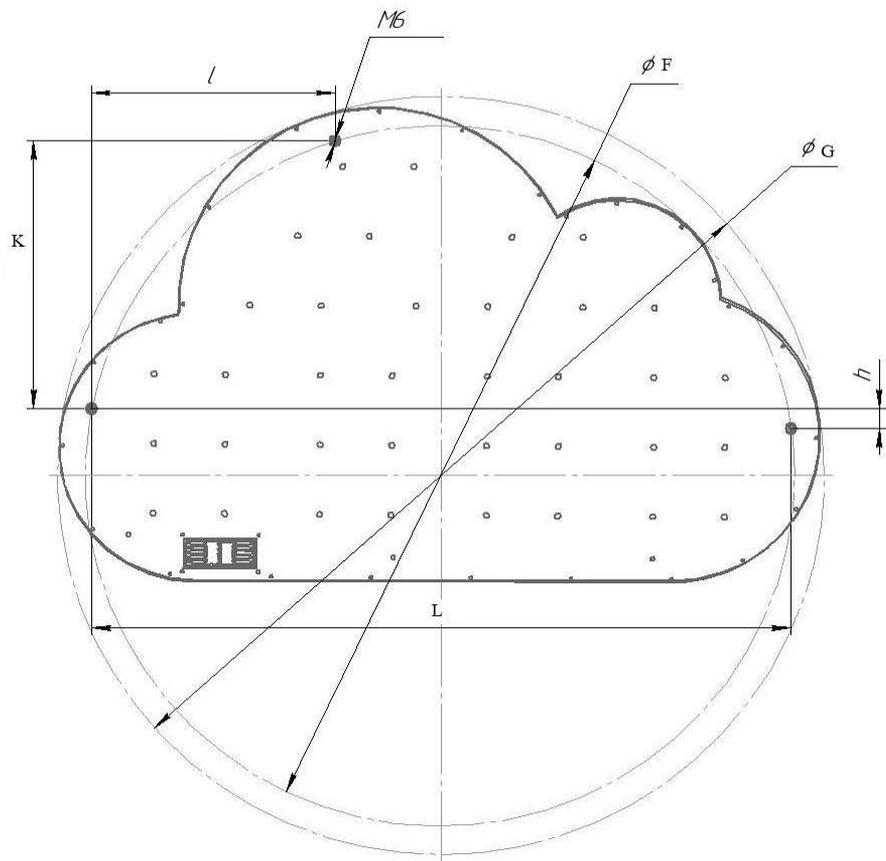

Рисунок 3 - Схема нанесения разметки для установки подвесов светильника.
2.14 Размеры крепления тросовых подвесов рисунок 3, приведены в таблице 4.